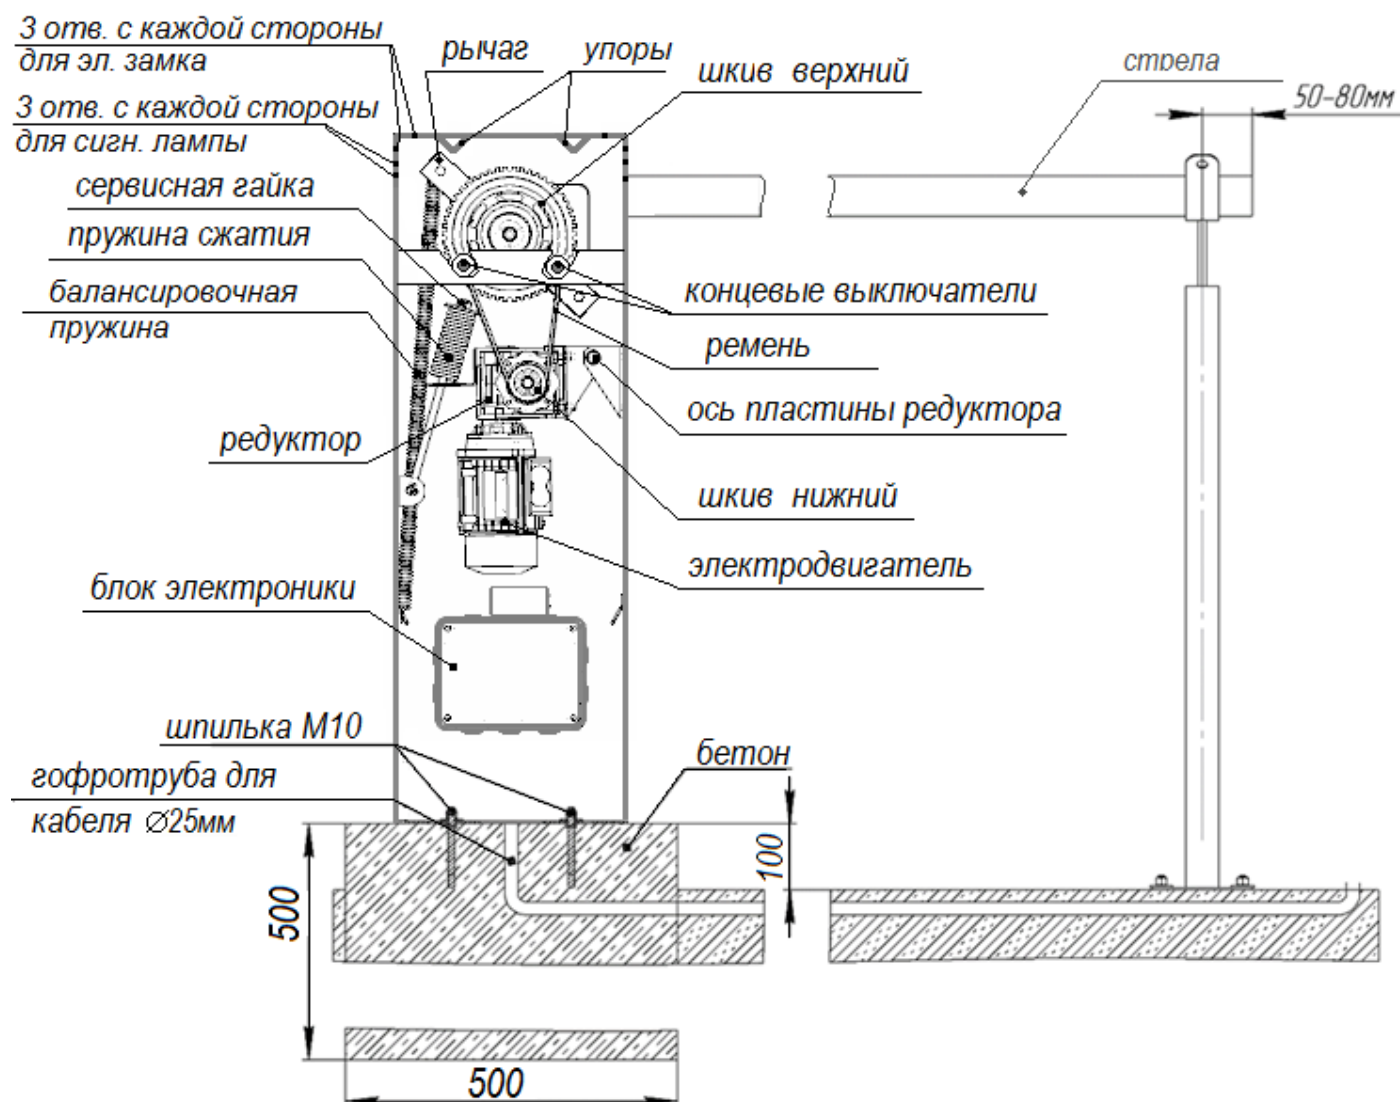

Рисунок 1
Шлагбаум следует установить на фундамент размером 500x500x500 из бетона марки не ниже М400. При заливке необходимо использовать монтажный комплект: монтажную раму и анкеры, при этом каждый анкер должен выступать над поверхностью фундамента своей резьбовой частью на высоту не менее 40 мм. Сам фундамент должен выступать над уровнем проезжей части не менее 100мм (см. Рисунок 1, 2)
На производстве шлапбаумы собираются в правостороннем исполнении (если смотреть со стороны крышки тумбы, стрела с права см. Рисунок 1, 2).
- * Переставить балансирующую пружину с левого крепления на рычаге и зацепе на правое крепление (см. Рисунок 1).
Концевые выключатели настраиваются таким образом, чтобы при срабатывании выключателя рычаг останавливался на расстоянии 1-2 мм от упоров, расположенных на верхней поверхности корпуса шлагбаума, не касаясь их (см. Рисунок 1).
Сигнальная лампа подключается к разъему X3. Напряжение ~220В. Активируется при движении стрелы шлагбаума. Лампа крепиться с боку корпуса шлагбаума (см. Рисунок 1)